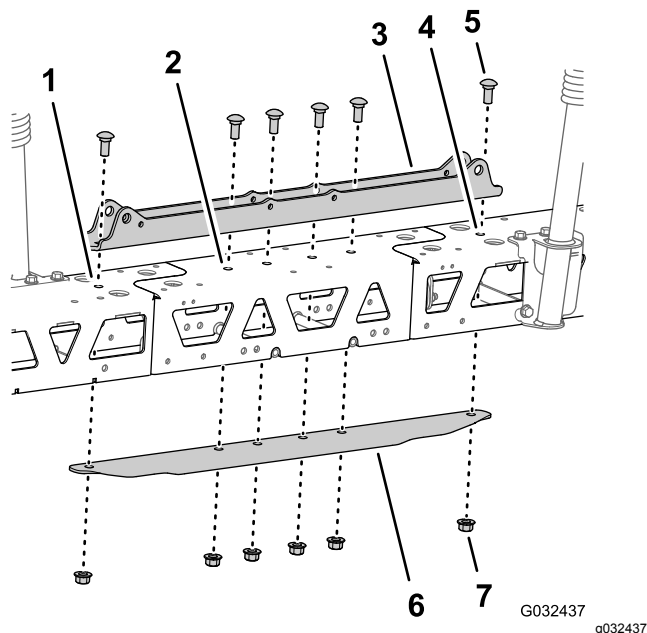

図 53
- シリンダマウントの穴を、トラスフレームのセンターラインの穴とセンターブームエクステンションの穴に合わせる 図 53。
- タイプレートを、トラスフレームとセンターブームエクステンションの中に入れ、タイプレートの穴を、トラスフレームのセンターラインの穴とセンターブームエクステンションの穴に合わせる 図 53。
- シリンダマウント、トラス、センターブームエクステンション、タイプレートの組み付けを行うステップ 2 センターブームのトラスを取り外す (ページ 24) で外したキャリッジボルト 1/2 x 1-1/4 インチ 2 本とフランジロックナット 1/2 インチ 2 個と、ジオリンクスプレシシステム仕上りキットに入っているキャリッジボルト 1/2 x 1-1/4 インチ 4 本とフランジロックナット (1/2 インチ) 4 個を使用する 図 53。